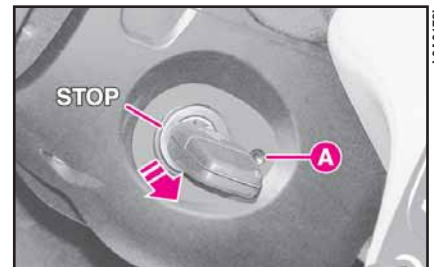

fig. 139
**ADVERTENCIA** En caso de emergencia (averías, batería descargada, etc.), es posible sacar la llave de contacto aunque la palanca del cambio no esté en la posición **P**. Para efectuar esta maniobra gire la llave a **STOP**, presione el pulsador **A** (**fig. 139**) y al mismo tiempo, saque la llave.